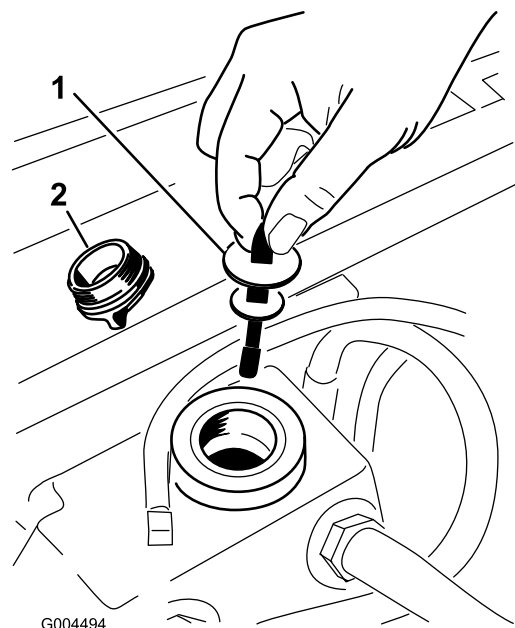

図 66
5. 油圧オイル給油口からキャップ (図 66) を取る。
6. ディップスティックを抜き、ウェスで一度きれいに拭く (図 66)。
7. もう一度首に差し込んで引き抜き、オイルの量を点検する (図 66)。